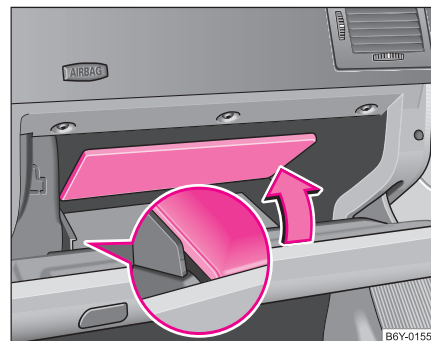

Fig. 75 Compartimento guardaobjetos: pared divisoria inclinable
En el espacio interior de la repisa se encuentra, debajo de la pared divisoria abatible*, otro espacio guardaobjetos ⇒ fig. 75.
- Debe asir la pared divisoria por el borde o por el rebaje y abrirla abatiéndola en el sentido de la flecha ⇒ fig. 75.